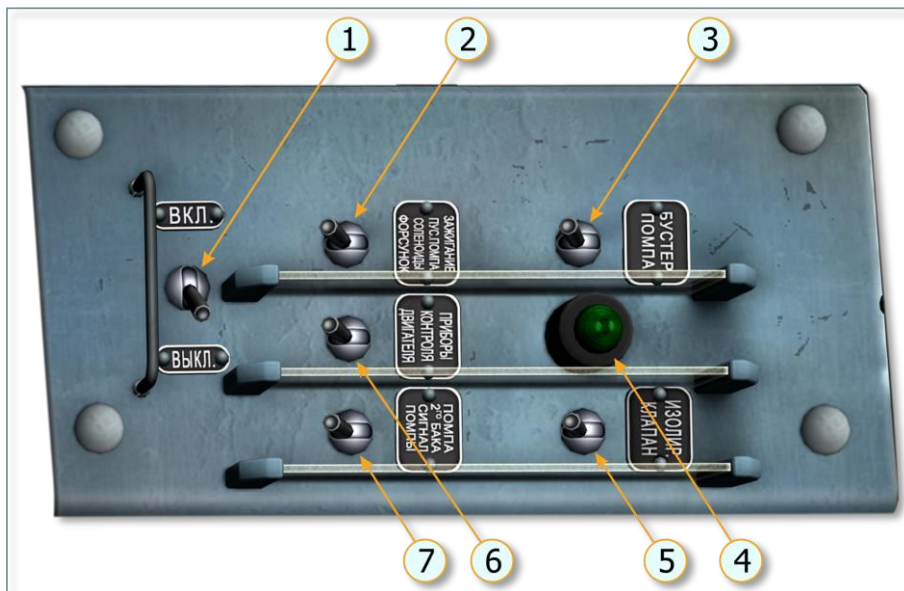

Рис. 4.8. Левый электрощиток
(11) ВЫКЛЮЧАТЕЛЬ АНО. Включает/отключает бортовые аэронавигационные огни.
(13) ЛЕВЫЙ ЭЛЕКТРОЩИТОК. Предназначен для включения оборудования, обслуживающего агрегаты двигателя, топливной системы, гидроусилителя (см. Рис. 4.8). Горящая лампа на левом электрощитке сигнализирует о включении изолирующего клапана топливной автоматики двигателя. При включении АЗС "ИЗОЛИР. КЛАПАН"